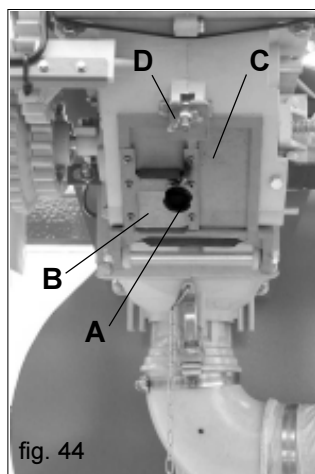

fig. 44
Fig. 44) para descargar por la puerta (B) el contenido de la tolva. Por último, abra la puerta de descarga (C Fig. 44) desenroscando la tuerca de mariposa (D Fig. 44) para vaciar el contenido que queda en el dosificador;